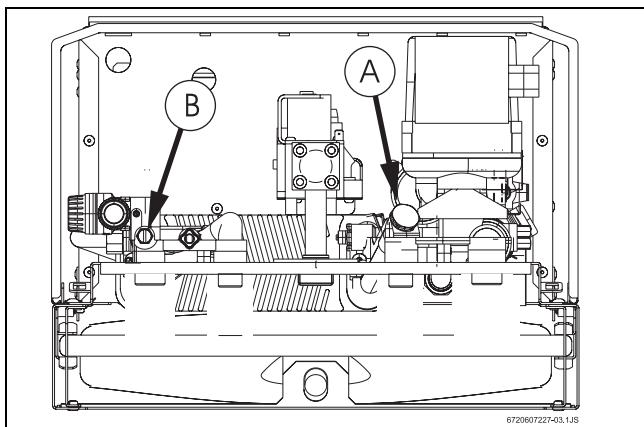

Рис. 26
- ▶ Відкрутити покришку (див. Рис. 26, поз. А).
- ▶ Відгвинити гвинт-заглушку зливного отвору (див. Рис. 26, поз.В).